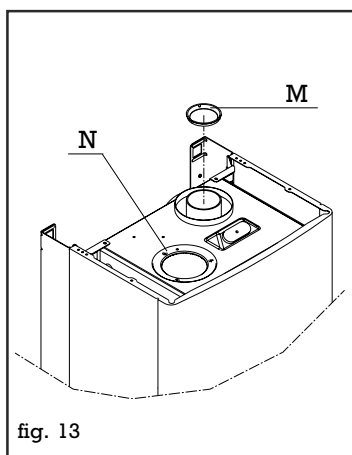
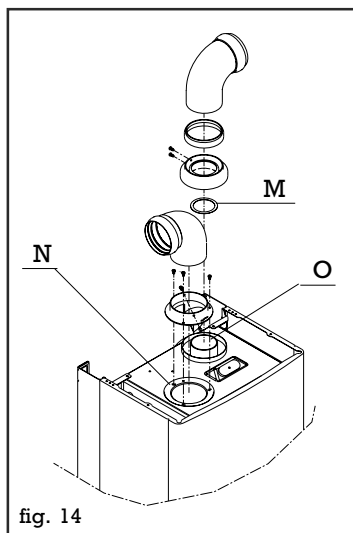

fig. 13
fig. 14
El conducto de aspiración del aire comburente se puede conectar en la entrada (N) – fig. 14 después de haber quitado la tapa de cierre fijada con 3 tornillos. La brida humos (M) – figuras 13 y 14 – cuando sea necesario, se tiene que quitar haciendo palanca con un destornillador.
A conduta de aspiração de ar comburente pode ser conectado na entrada (N) – fig. 14 – após ter removido a tampa de fecho fixada com 3 parafusos. A flange de fumos (M) – fig. 13 e 14 – quando for necessário, deve ser retirada levantando-a por meio de uma chave de parafusos.